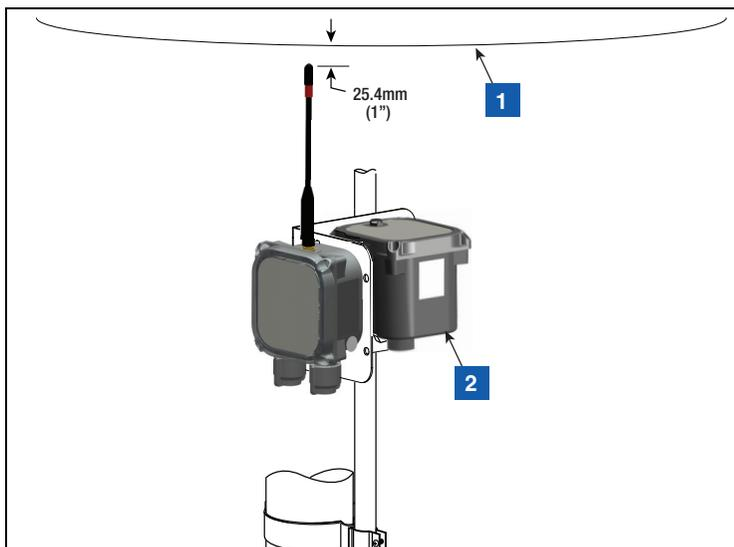

Figura 32. Instalación del soporte en la posición recomendada de la antena del transmisor
5. Afloje las abrazaderas instaladas en el paso 4 en la parte posterior del soporte y deslice las dos abrazaderas hacia abajo sobre el conducto. Coloque el soporte de manera que la punta de la antena quede unos 25,4 mm (1 pulgada) por debajo de la parte superior del sumidero y, a continuación, apriete las dos abrazaderas del conducto (véase la Figura 32). Inserte la batería en su soporte como se muestra.
LEYENDA PARA LOS CUADROS NUMERADOS DE LA FIGURA 32